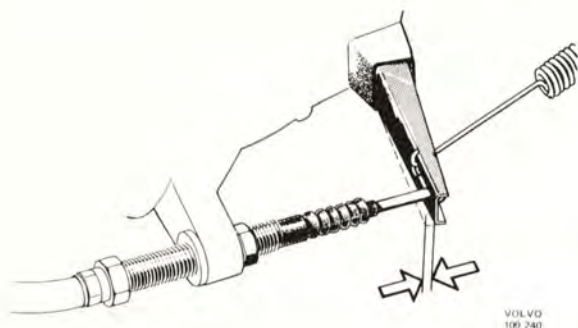

Bild 4-4. Justering av urkopplingsgaffelns spel
6. Justera kopplingsgaffelns spel till 3-4 mm, se bild 4-4.